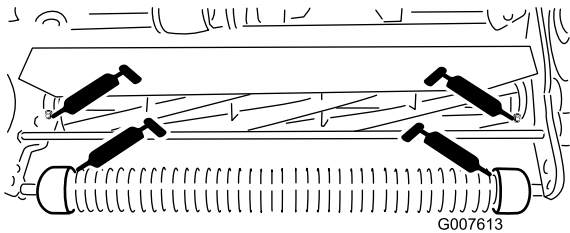

Figura 18
- 2 en el rodillo delantero (Figura 18)
- 2 en los cojinetes del molinete (Figura 18)